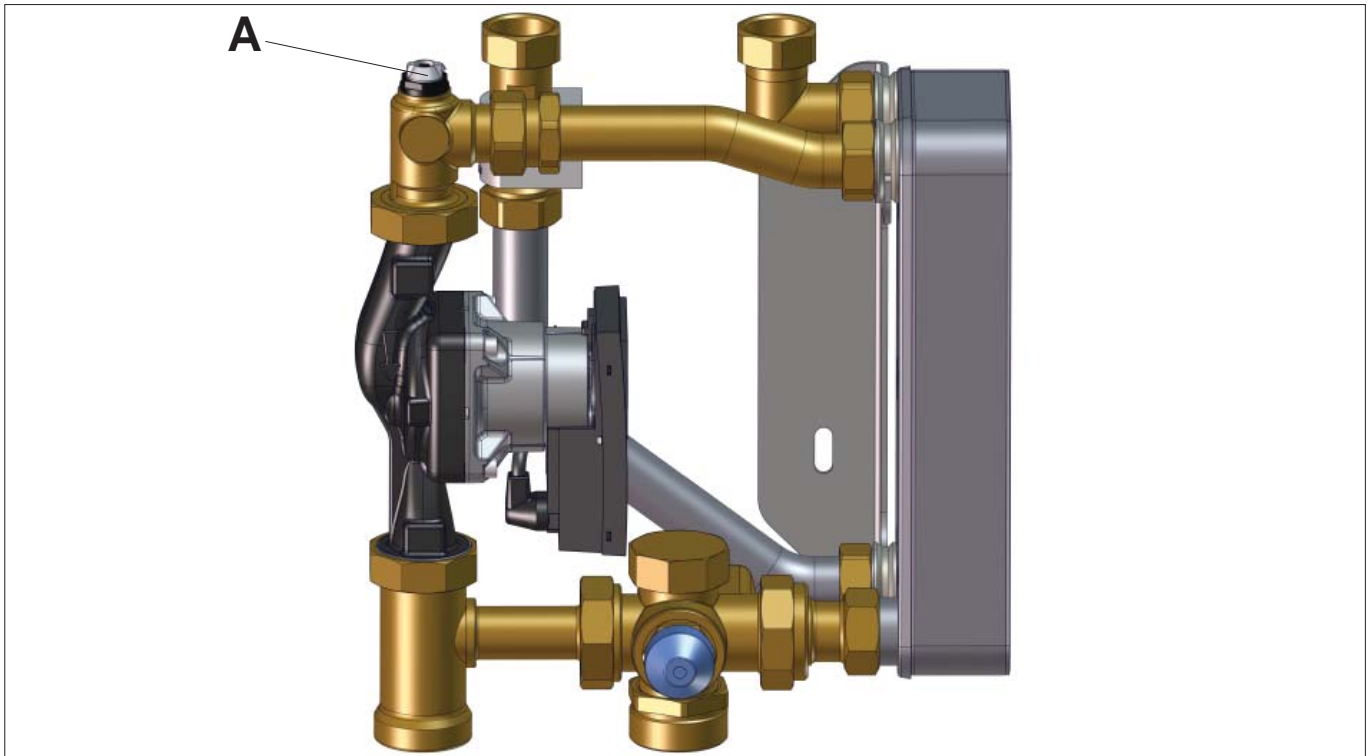

Abb. 6: Entlüftungsventil
2. Öffnen Sie das Entlüftungsventil (Pos. A, Abb. 6) und halten Sie es offen, bis keine Luft mehr entweicht.
4. Schalten Sie die Friwa Compact drucklos (z. B. durch Öffnen des Entlüftungsventils, Abb. 6 auf Seite 12).